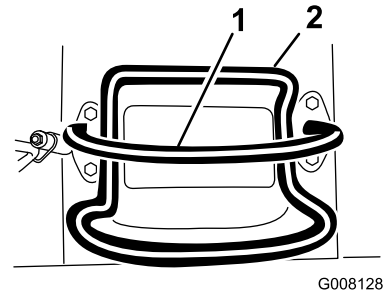

Figura 6
- Para parar a máquina, liberte o controlo de tração (**Figura 6**).